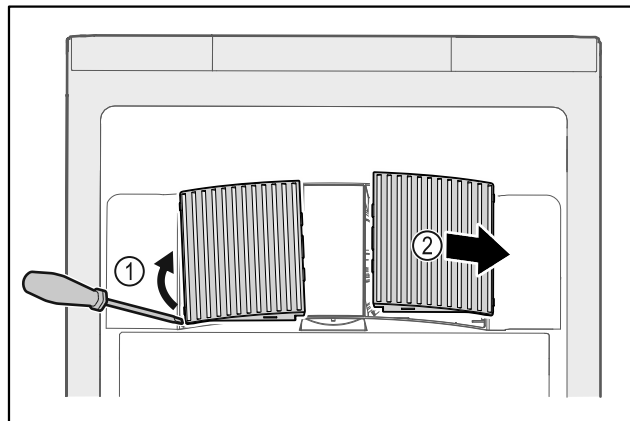

Fig. 145
- Opatrne vytiahnite kryty ventilátorov z bočnej strany Fig. 145 (1) a vyberte ich smerom dopredu Fig. 145 (2).